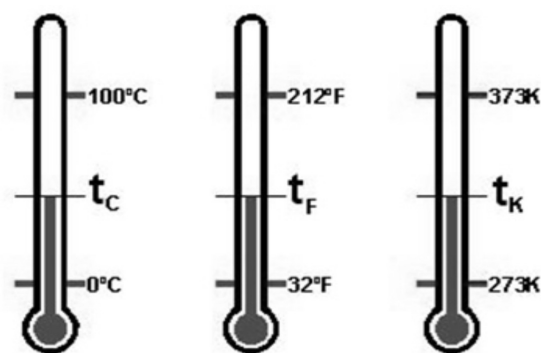

Figura 2.6—Escala termométrica para medição de temperatura.
Os mais comuns são os termômetros de coluna, os termopares e as termoresistências. Diversas escalas de temperatura são encontradas, tais como: Kelvin (K), Celsius (C), Fahrenheit (F) e Rankine (R). Podemos converter F para C utilizando a seguinte regra de conversão: Graus Celsius =  $0,55 \times (\text{Graus Fahrenheit} - 32)$ . Por exemplo: 75 Graus Fahrenheit são iguais a 23,8 Graus Celsius. Já para converter Graus Celsius para Kelvin devemos somar 273,15 a temperatura em Graus Celsius. Na Figura 2.6 é possível visualizar a relação entre estas escalas.